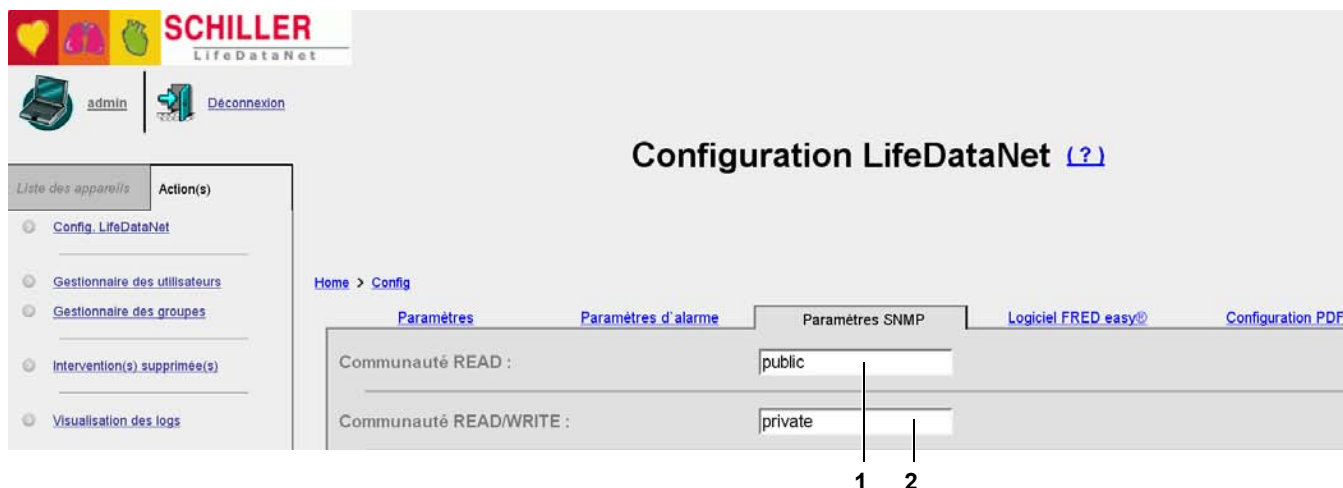

Fig. 5.23 Paramètres SNMP de **LifeDataNet®**
- (1) Onglet «Online» de **FREDCO®**.
- (2) Adresse IP de l'interface réseau du serveur, sur laquelle le **FRED easy®** va se connecter et transmettre ses données.
- (3) Mot de passe de la «RO Community»
- (4) Mot de passe de la «RW Community»
- (5) Delay est l'intervalle de temps avec lequel un message d'erreur est envoyé au serveur par **FRED easy®** Online en vue d'être affiché par **LifeDataNet®**. Cette valeur peut être choisie librement.
- (6) Confirmation de la configuration de l'onglet «Online».
- Renseignez le champ «Server IP address» (2).
- Indiquez le mot de passe de la «RO Community» (3). Le mot de passe peut être choisi librement mais doit être le même que celui renseigné dans l'onglet «Paramètres SNMP» de la page **LifeDataNet®** Configuration (voir Fig. 5.23 \(1\)).
- Indiquez le mot de passe de la «RW Community» (4). Le mot de passe peut être choisi librement mais doit être le même que celui renseigné dans l'onglet «Paramètres SNMP» de la page **LifeDataNet®** Configuration (voir Fig. 5.23 \(2\)).
- Puis cliquez sur le bouton «Update» (6) pour confirmer les modifications.
- Pour confirmer les modifications des paramètres, il est nécessaire de cliquer sur le bouton «Update» (6).
- La valeur du Delay (5) peut être choisi librement, mais ne doit en aucun cas être nulle.